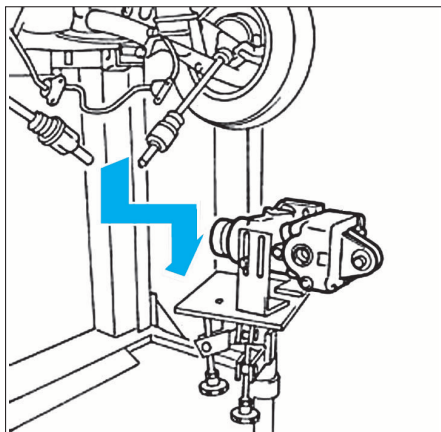

FIG. 25
- Abaisser le vérin tout en dégageant les arbres de roue AR, extraire le différentiel AR (Fig.25).